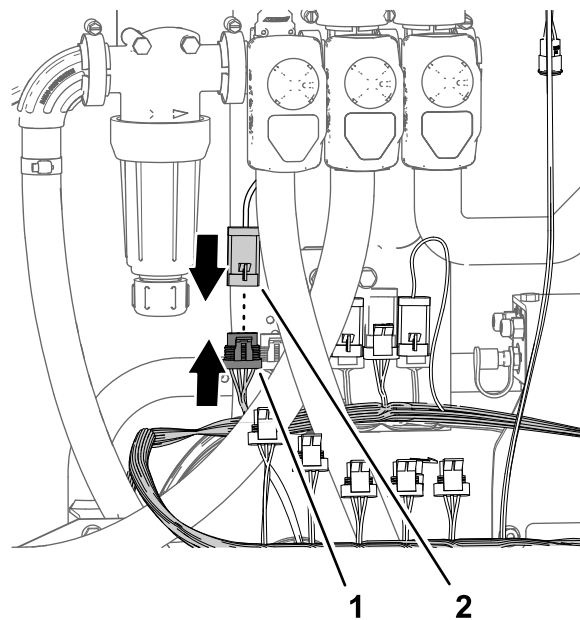

图89
4. 将喷洒率阀致动器的 4 针接头接入标有喷洒率阀的 89cm 套件线束支管的 4 插槽接头图89。